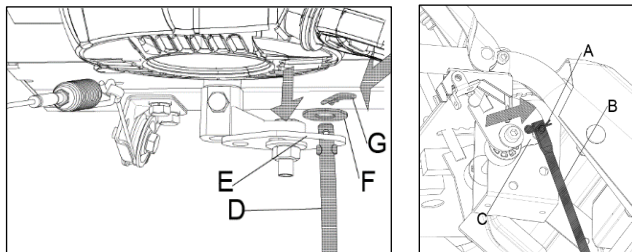

Рис. 4
1. Вставьте угловую сторону (Рис. 4, D) тяги переключателя передач в отверстие на рычаге (Рис. 4, E), чтобы соединить его с коробкой передач, и зафиксируйте его шайбой (Рис. 4, F) и штифтом В (Рис. 4, G).
2. Присоедините другую сторону тяги переключения передач (Рис. 4, А) к штифту в нижней части рычага переключения передач (Рис. 4, С) и закрепите его на месте с помощью штифта В (Рис. 4, В).